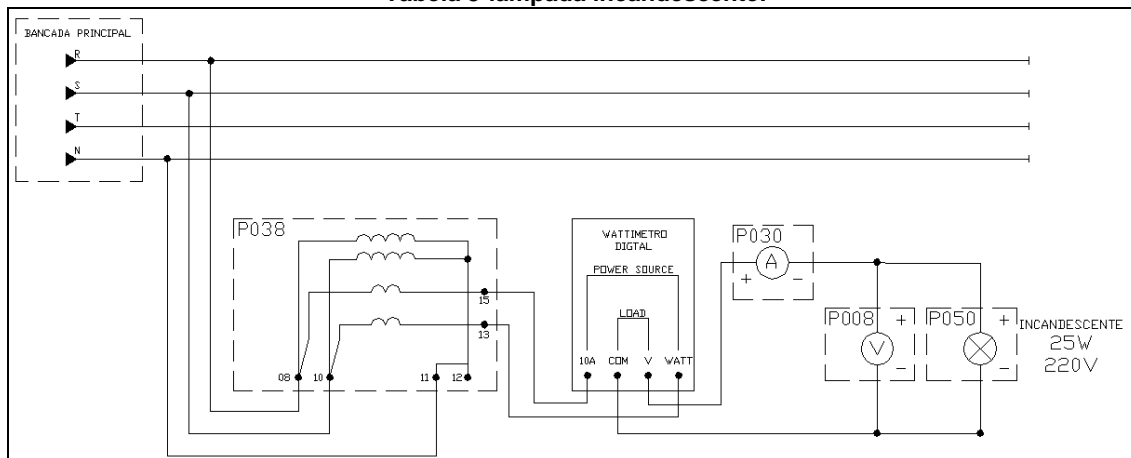

Figura 3 – Circuito para medição do consumo da lâmpada incandescente.
4.1 Monte o circuito da **Figura 3** abaixo com uma lâmpada incandescente de 25W/220V e complete a **Tabela 3**;